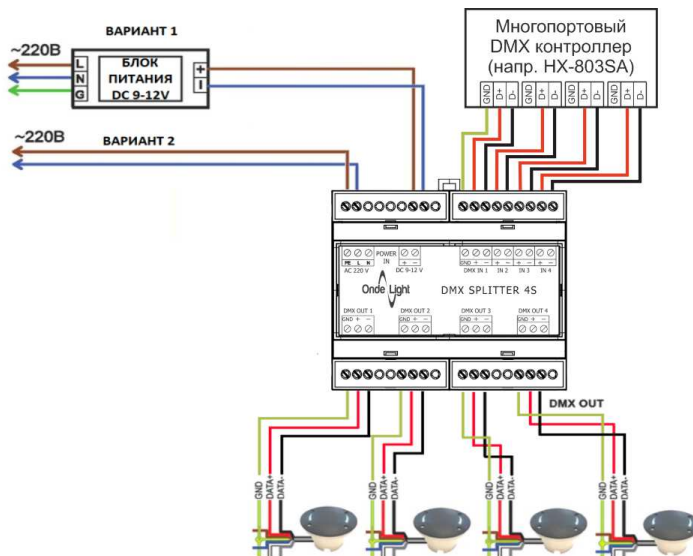

Рисунок 1 – Вариант подключения изделия
- 4.2. Питание сплиттера возможно от двух источников напряжения. Подключение сплиттера к источникам напряжения, а также к многопортовому DMX контроллеру выполнять согласно схеме (см. рисунок 1).